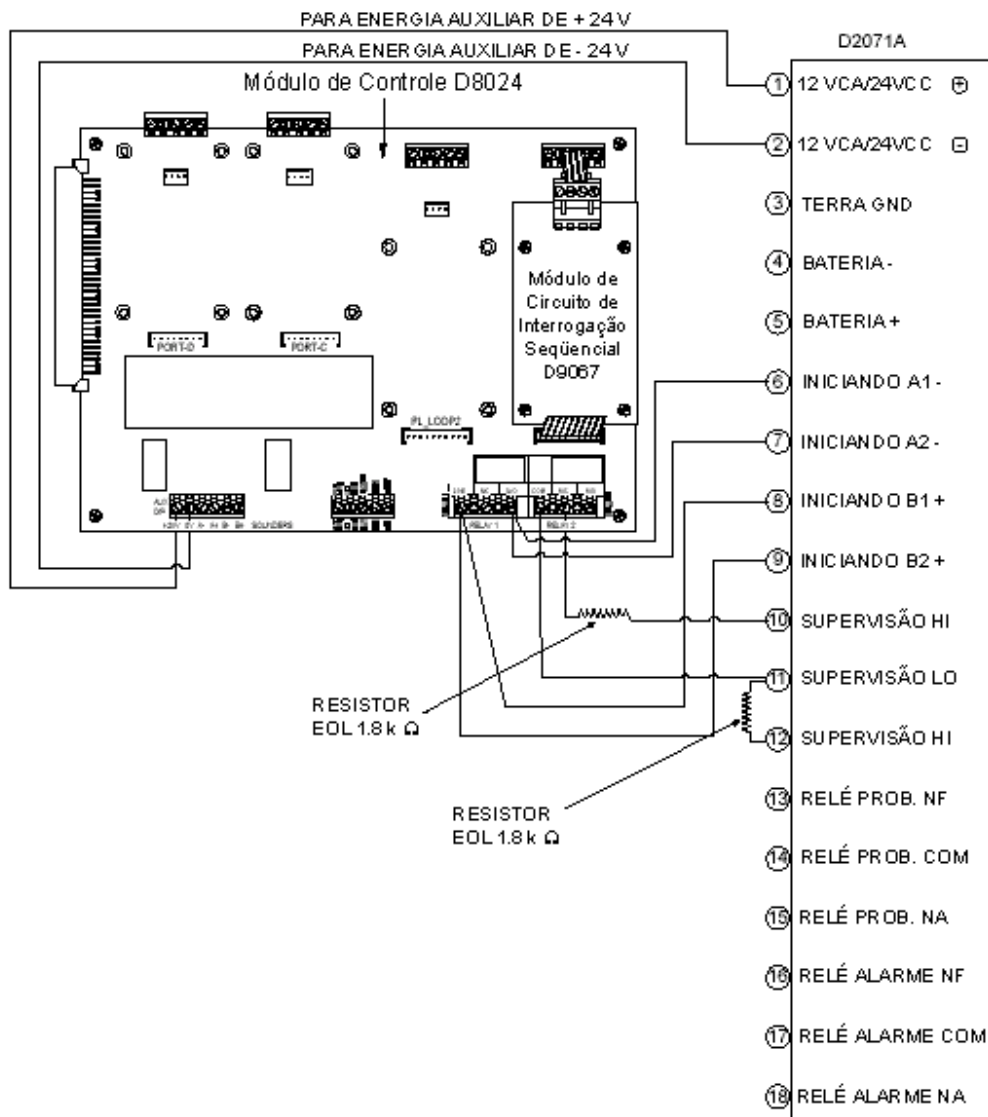
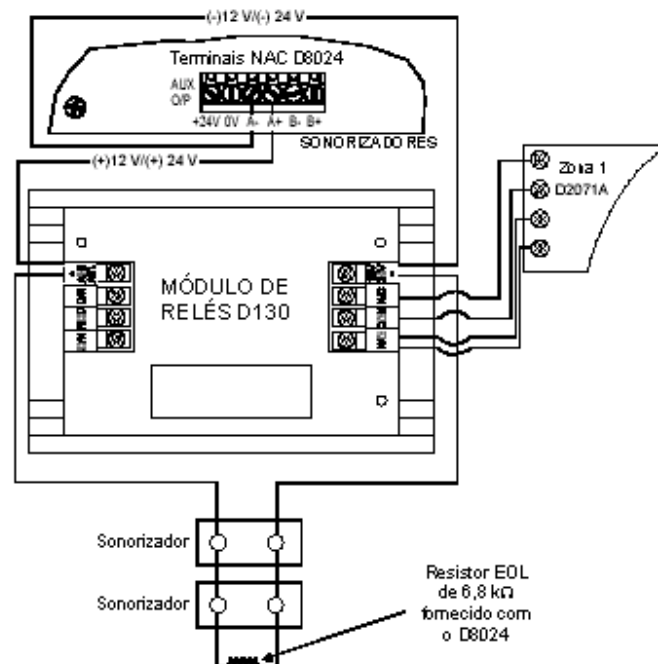

Figura 16: Conexões da Fiação do D8024 para o D2071A
Figura 17: Conectando o D8024 para Supervisão de Extinção de Incêndio
Ver a Figura 16 para detalhes.
- Quando é requerido relatório de supervisão de extinção de incêndio, três condições são requeridas para serem sinalizadas a partir do painel para o D2071A: alarme de incêndio, alarme de supervisão e problema no sistema. Duas condições podem ser geradas pelos dois relés no painel (alarme de problema e supervisão, como mostrado na Figura 16). O alarme de incêndio pode, então, ser gerado, como mostrado na Figura 17.